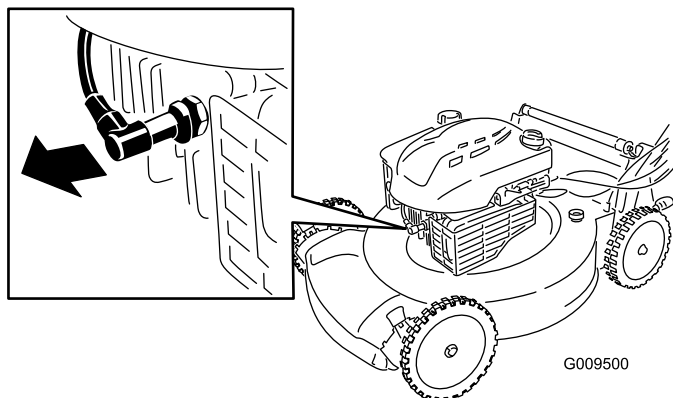

Figura 21
2. Desligue o fio da vela da ignição da vela da ignição (Figura 21) antes de executar qualquer procedimento de manutenção.